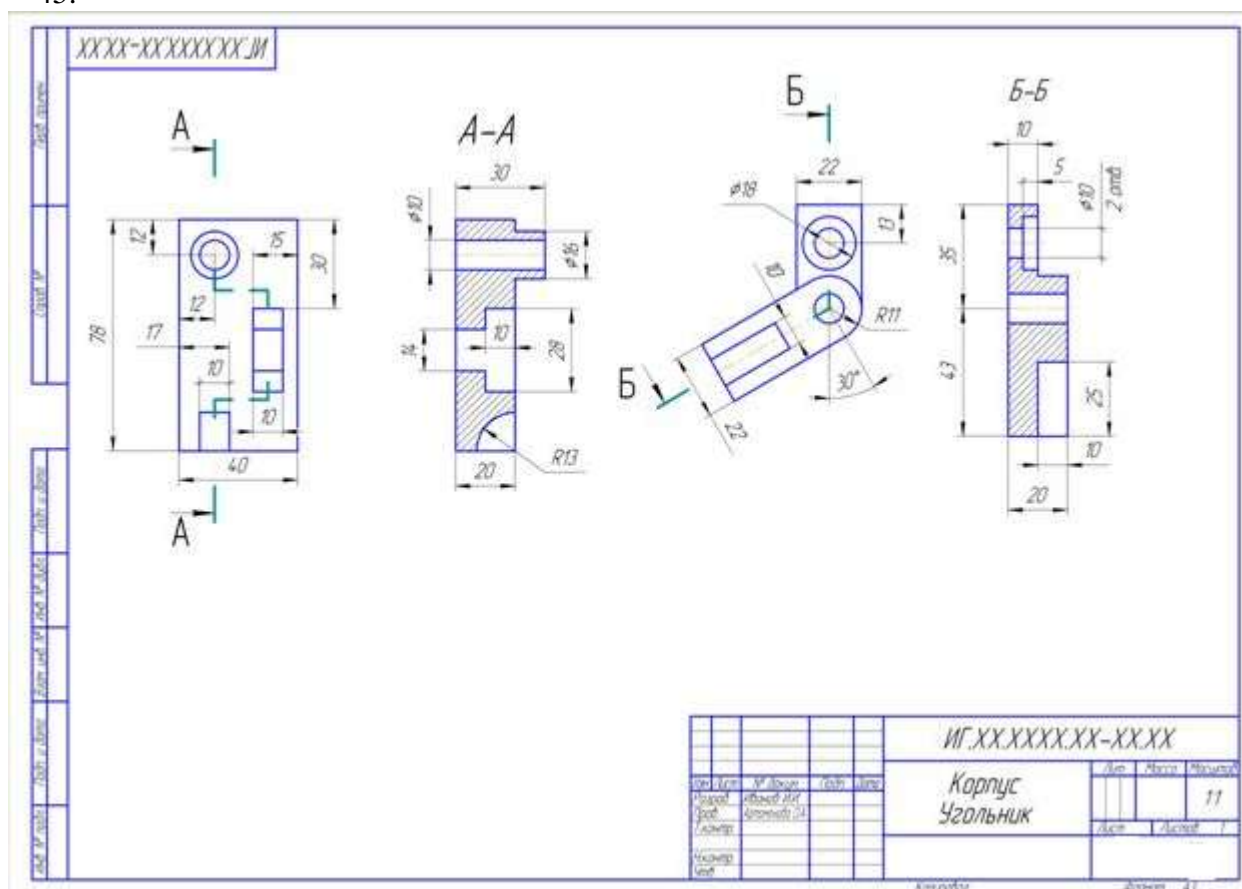

Рисунок 45 - Пример оформления графической работы
2. Выполните задачу 4, замените вид спереди или сверху ступенчатым разрезом, см. рис. 45.